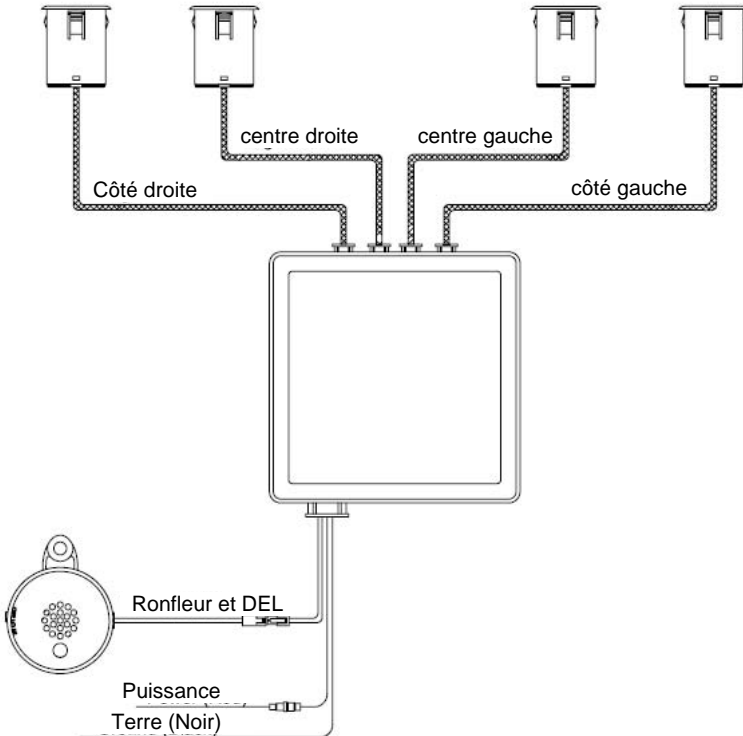

Figure 4
1. Branchez les fils de sonde, haut parleur et le harnais de puissance dans le module de commande avant de le monter. La sonde doit être branchée à la prise correspondante (voir Figure 4). Le module de commande est déjà équipé de Velcro pour le montage.